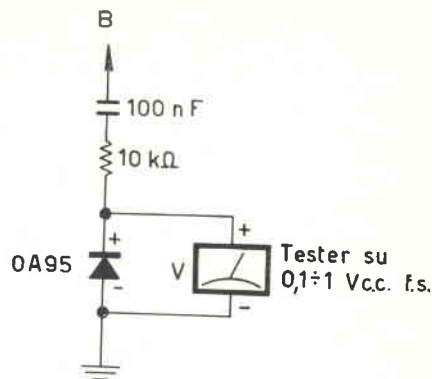

figura 2
8) Lasciando il carico esterno, provate ora a togliere  $C_2$ . Quasi sicuramente la tensione d'uscita si abbasserà e insorgeranno oscillazioni su collettore di  $Q_1$ , rilevabili col circuito di figura 2. Sostituite il valore iniziale di  $10 \mu\text{F}$  con valori via via decrescenti, finché non riuscirete più a bloccare le oscillazioni che nasceranno. Assegnate stabilmente a  $C_2$  il minimo valore con cui ancora riuscite ad annullare completamente le oscillazioni. Io ho trovato  $1 \mu\text{F}$ .